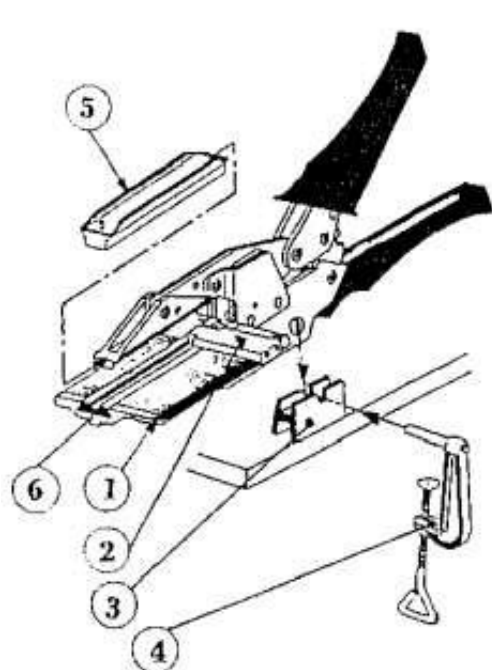

Рис. 1
- Поместить клещи (1) в верстачный зажим (3), совместив монтажное отверстие с прорезью в верхней части зажима.
- Вставить струбцину (4) в монтажное отверстие, прорезь зажима и зафиксировать (см. рис. 1).
- Вставить верхний (5) и нижний (6) (см. рис. 1), будьте осторожны, так как они вставляются с усилием и снабжены фиксацией. **Для разъемов D-Sub верхний пуансон не используется. Для 37 контактных разъемов D-Sub необходима дополнительная вставка 09 99 600 0201!**